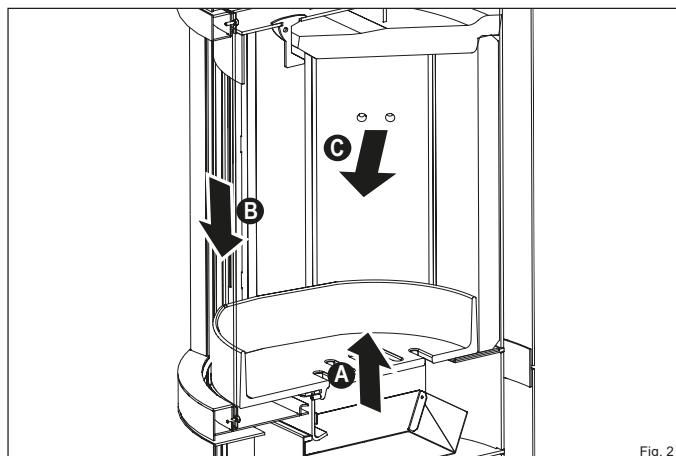

Fig. 2
- Les catalyseurs **iQ⁺** (Fig. 2, pos. 5) réduisent non seulement le monoxyde de carbone mais aussi les particules et les hydrocarbures.